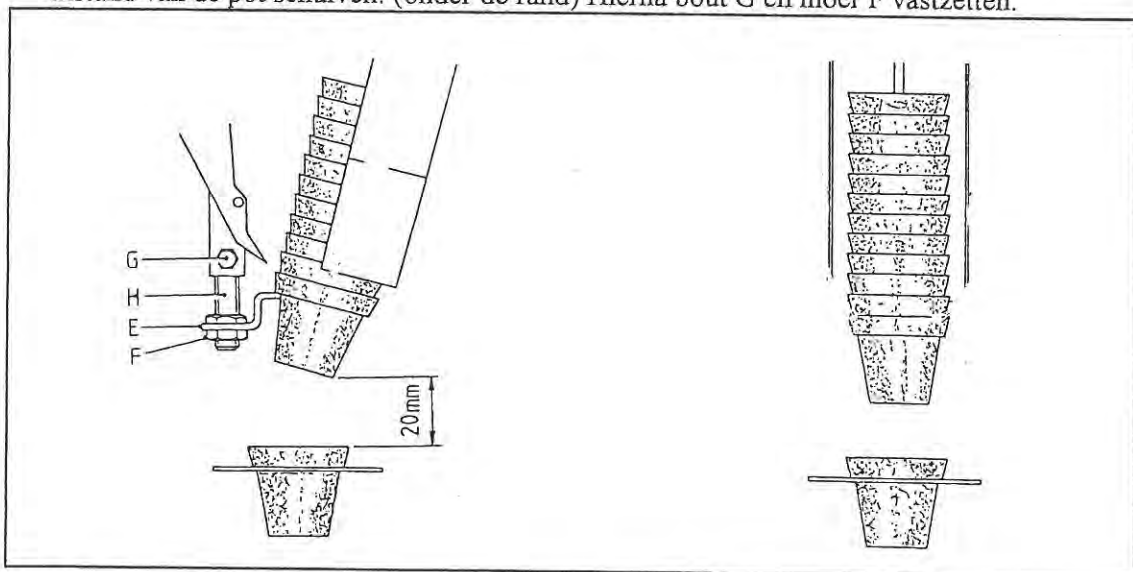

Fig.8h
2. Machine inschakelen en weer stoppen op het moment dat de hefboom de hoogste stand heeft bereikt. De pottenrij zover laten zakken in de goot dat de klemmer (Fig.8h) tussen de randen van de onderste twee potten uitkomt. Na bout G te hebben losgenomen stift H in hoogte verstellen, zodat de pottenrij op de juiste hoogte uitkomt. Moer F losdraaien en steun E tot 1 mm afstand van de pot schuiven. (onder de rand) Hierna bout G en moer F vastzetten.
3. Na knevel D te hebben losgenomen moet de hoogte zo worden afgesteld dat de onderzijde van de pottenrij 20 mm boven de pot in de houder blijft. (Fig.8h) Hierna knevel D vastdraaien.
- Steun E onder pottenrij is onjuist afgesteld. (Fig.8h)
- Controleer de hoogte van de steun E onder de pottenrand. (Fig.8h)
- Controleer hoogte van steun E onder potrand. (Fig.8h)